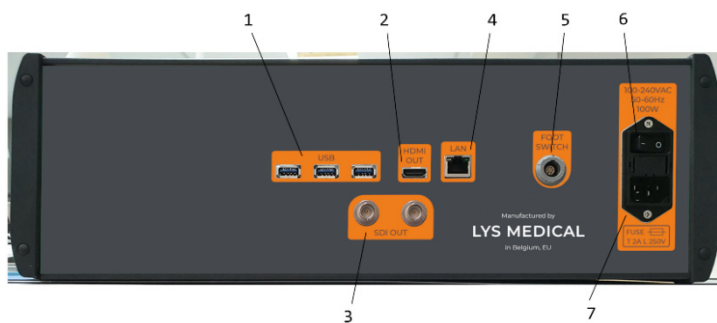
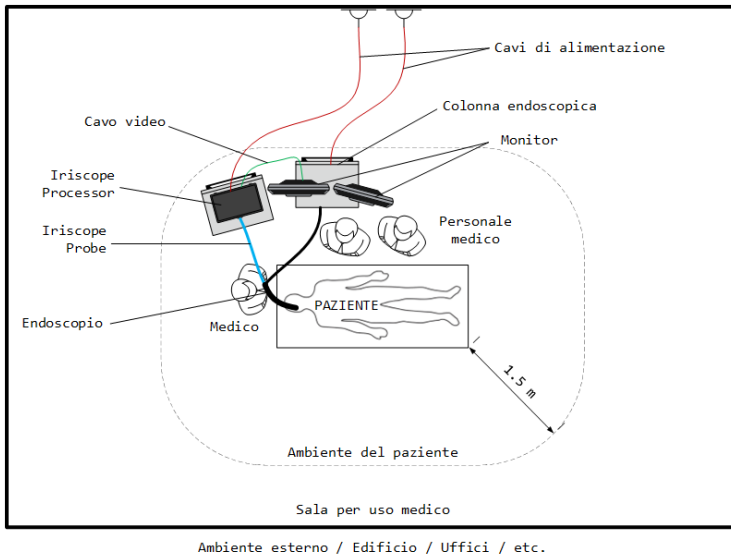

Figura 4 - Pannello posteriore del dispositivo di controllo
Figura 6 - Disposizione del dispositivo nella sala di endoscopia
1. Installare il dispositivo di controllo nella sala endoscopica a una distanza massima di 1 m massimo dal paziente e nei pressi della colonna endoscopica (consultare Figura 6), accertandosi che l'interruttore ON/OFF e il cavo di alimentazione (consultare n° 6 e n° 7 della Figura 4) siano sempre accessibili per scollegare il dispositivo.
2. Collegare i vari cavi al dispositivo (consultare Figura 4 per identificare la posizione delle diverse porte):